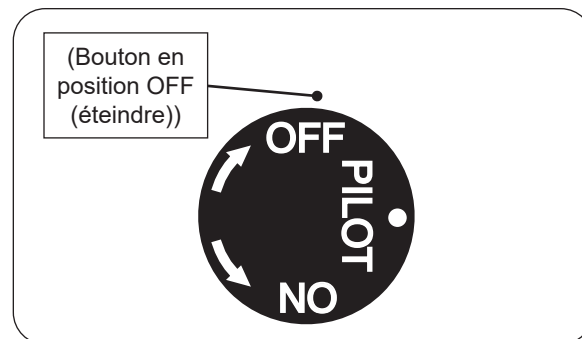

Fig. 43-2 Arrêt du pilote
2. Localisez la vanne sur le côté de l'unité. Pousser le gaz bouton de commande légèrement et tourner dans le sens des aiguilles d'une montre sur **OFF** (éteindre) (voir Fig.43-2).
Appuyez légèrement sur le bouton de contrôle et tournez-le dans le sens des aiguilles d'une montre pour **OFF** (éteindre). Ne force pas. Voir Fig.43-2.